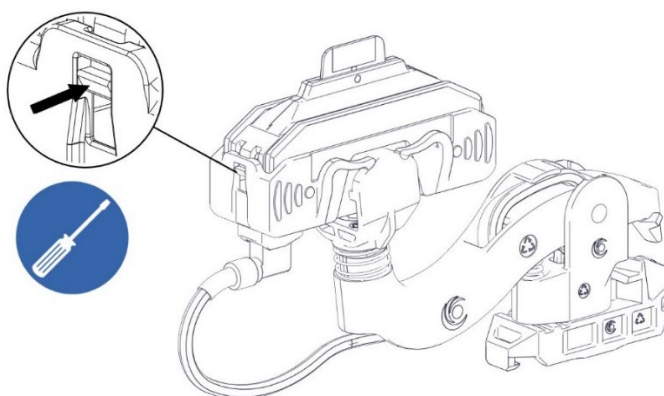

Abb. 173: Nase im Abnehmergehäuse mit einem Schlitzschraubendreher vorsichtig nach innen drücken
- Mit einem Schlitzschraubendreher $\leq 3,0$ eine Nase des Abnehmergehäuses vorsichtig nach innen drücken, um das Platinengehäuse demontieren zu können (siehe Abb. 173).